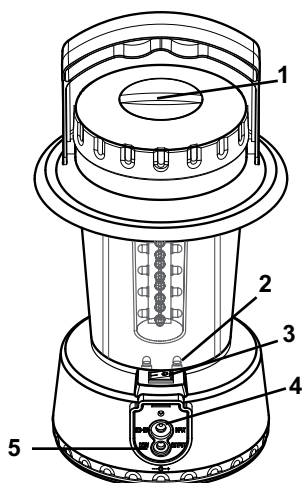

Fig. 1
- Öppna locket till lyktans laddningskontakt, där finns två kontakter. Den övre kontakten (fig. 1, 4) är ingång för solpanelen. Anslut lyktan till solpanelen för laddning med den medföljande kabeln. Det går även att ansluta till en AC/DC-strömkälla med en likströmsadapterkabel (medföljer ej). Den undre kontakten (fig. 1, 5) är en 6-7 V likströmsutgång för lågspänningsapparater.
- Det finns två strömställare på lyktan. En uppe på toppen (fig. 1, 1) som sätter på/stänger av lysdiodslampan när den vrids åt vänster/höger. Den undre strömställaren är huvudströmställare för hela
produkten (fig. 1, 3). Denna huvudströmställare måste sättas på för att kunna aktivera alla funktioner och även för att kunna ladda batteriet.
- Lyktan har två lysdiodsindikatorer (fig. 1, 2), den röda lysdioden indikerar "laddad" från antingen solpanelen eller AC/DC-strömförsörjningsutrustning (6-12 V likström, medföljer ej) och den gröna lysdioden indikerar att produkten är i fullt " fungerande" tillstånd. Vid laddning med solmodul är laddningstiden cirka 12 timmar vid full solbelysning. Använd solmodulen för den första uppladdningen i minst ett dygn utan att använda lampan. Belysningstiden är cirka 5-6 timmar med fulladdat batteri.